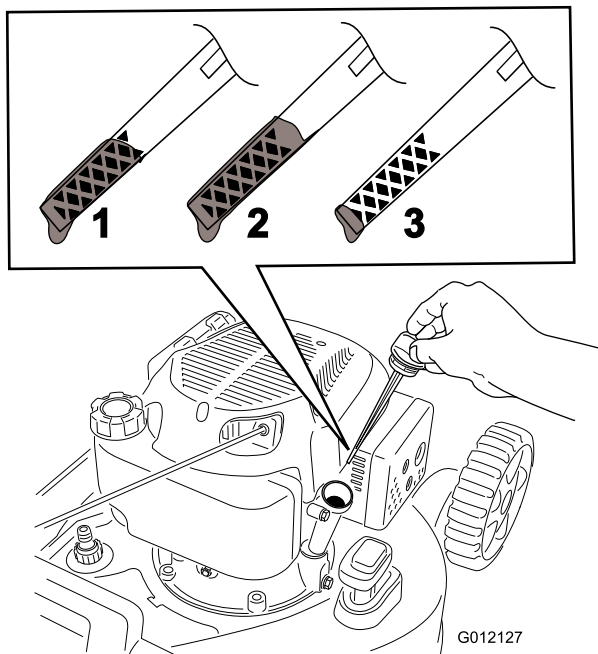

Figura 23
9. Rimuovete l'asta e controllate il livello dell'olio sull'asta (Figura 23).